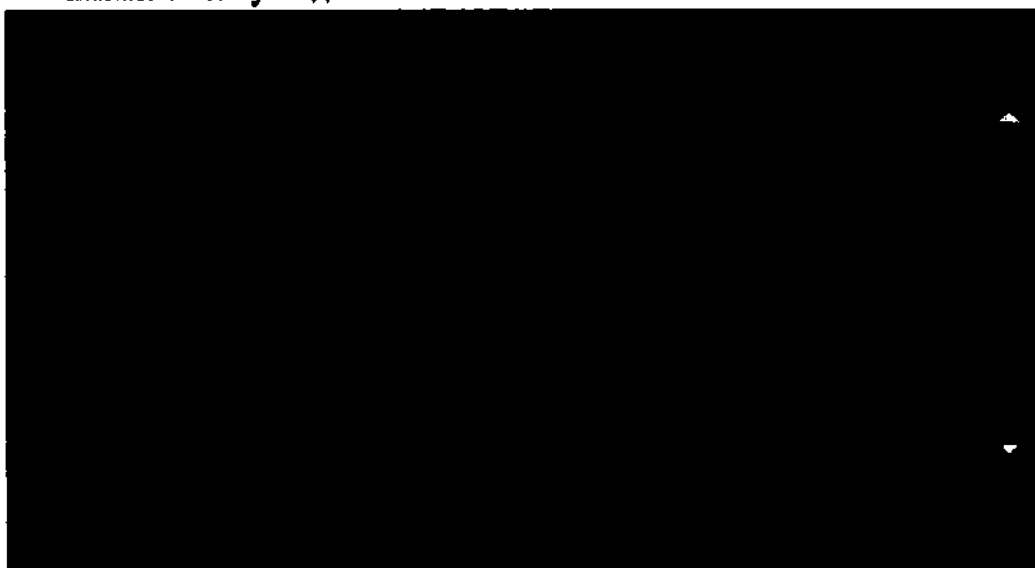

Рисунок 2.94– Управление настройками радионожа (удаление)
- выбрать вкладку Удаление (рисунок 2.94),